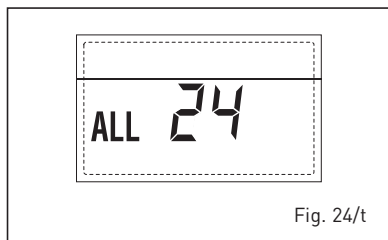

Fig. 24/t
- ANOMALIA GUASTO SONDA BOLLITORE SOLARE S2 "ALL 25" (fig. 24/u)